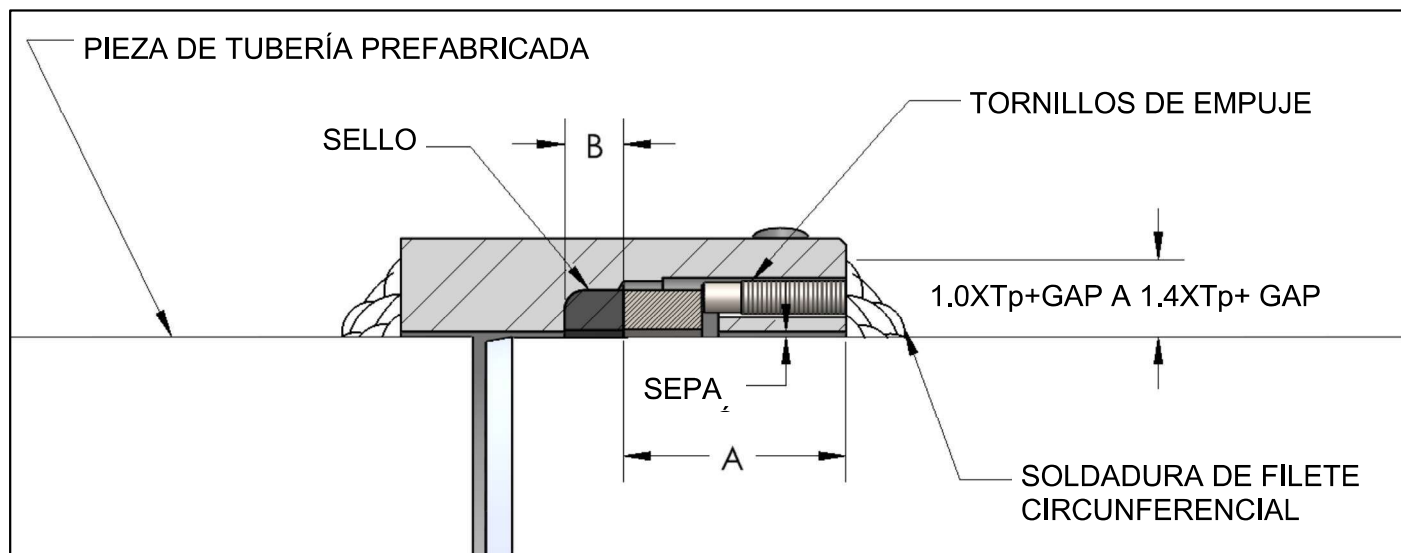

Figura 9
Durante la soldadura debe monitorearse la temperatura alrededor de los sellos. La dimensión "A", medida durante la instalación inicial, deberá utilizarse ahora para marcar la ubicación "B", como se muestra en la Figura 9. Para prevenir daños a los sellos, monitoree el calor generado por la soldadura o el precalentamiento, particularmente en la ubicación "B", usando crayones de temperatura o termómetros de sonda. Si el calor generado se acerca al límite de temperatura del material de sellado, el cual se indica en la tabla de lubricación del sello, la soldadura debe interrumpirse o seguirse en otra parte del accesorio para que el área afectada tenga oportunidad de enfriarse.
1. Corte los tornillos de empuje para que queden a tope con el acoplamiento "PLIDCO Half Weld+End". (Consulte la Figura 9)
2. Añada una soldadura de filete en el extremo del acoplamiento "Half Weld+End" alrededor de la circunferencia de la tubería, y suelde el extremo de los tornillos de empuje cortados. (Consulte la Figura 9)